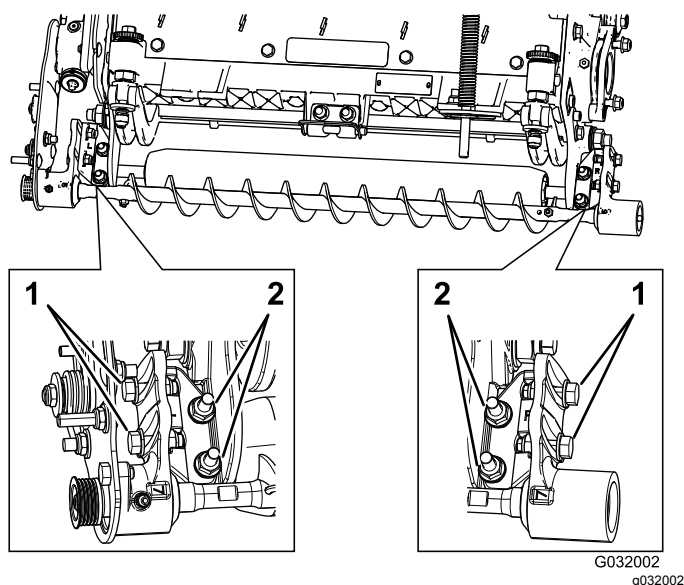

Figure 11
- A. Desserrez les 2 contre-écrous à embase qui fixent le support de la brosse de rouleau à la plaque latérale de l'unité de coupe (Figure 11).
- B. Tournez le logement de roulement de la brosse de rouleau jusqu'à ce que la plaque de la brosse soit parallèle à la plaque latérale de l'unité de coupe (Figure 11).
- C. Serrez les 2 contre-écrous à embase qui fixent le support de la brosse de rouleau à la plaque latérale de l'unité de coupe (Figure 11).
1. Desserrez les 2 boulons qui fixent chaque logement de roulement de la brosse de rouleau au support de montage de la brosse de rouleau (Figure 11).